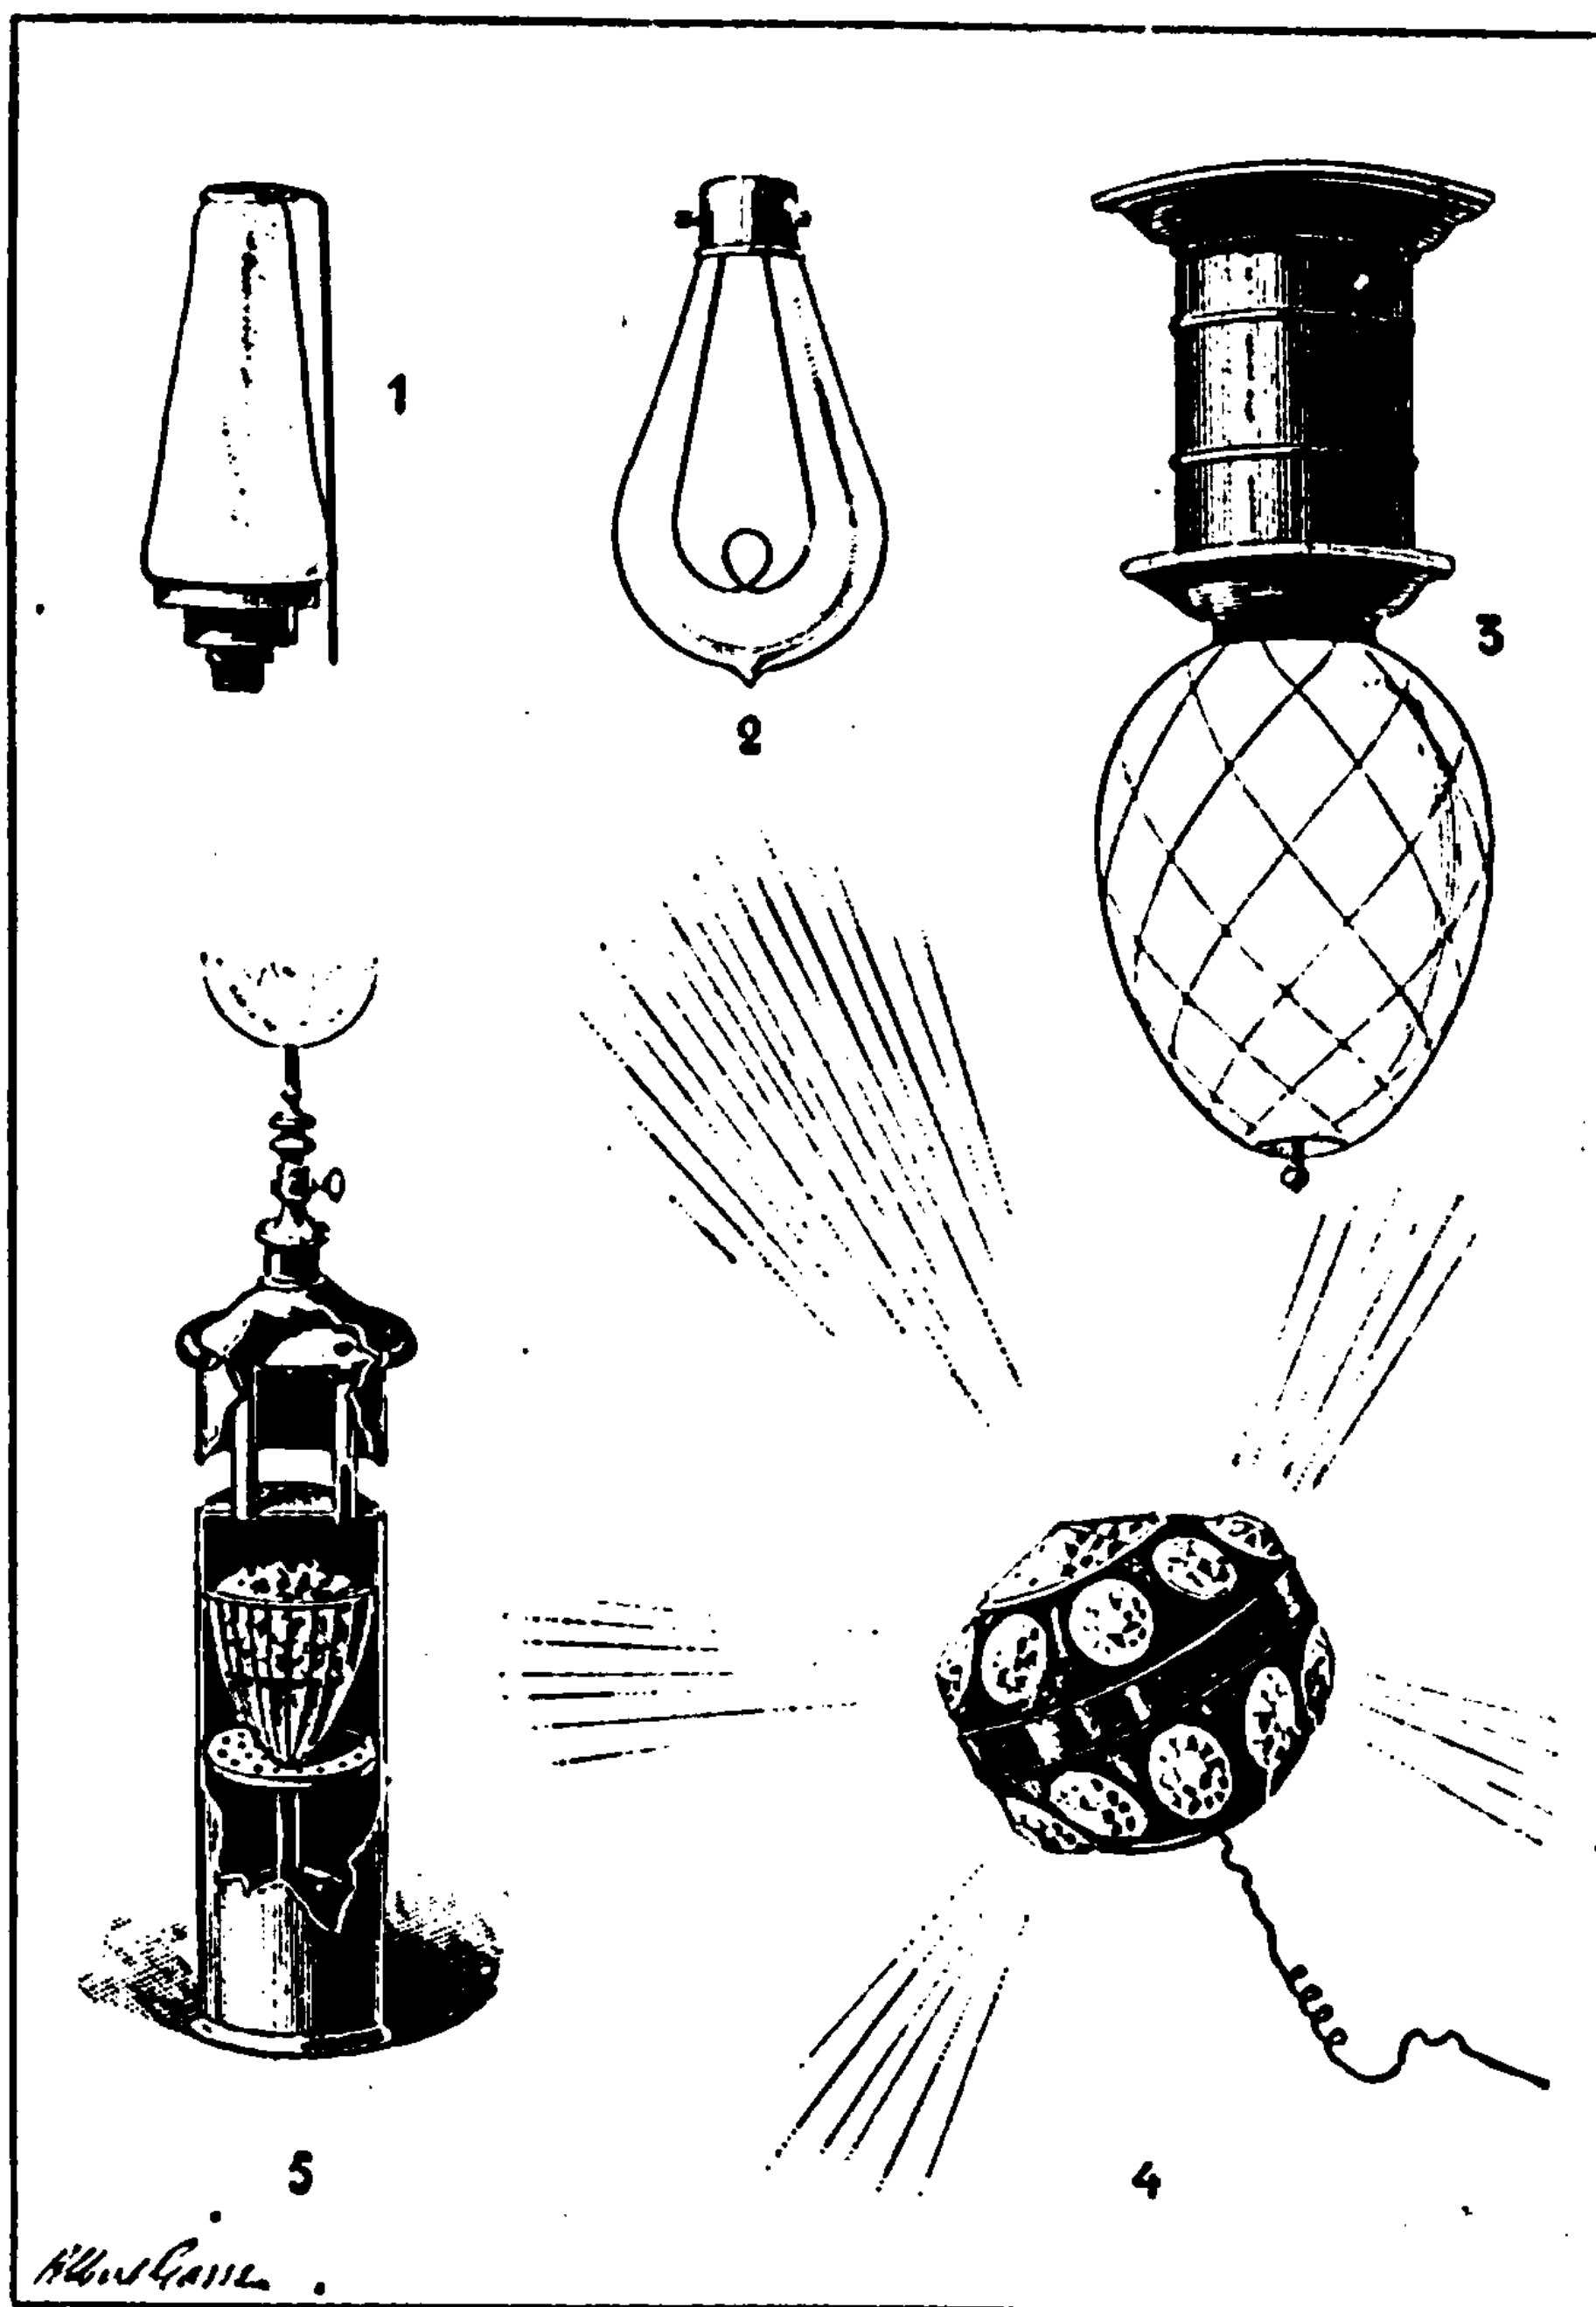

Fig. 126. — 1. Bec Auer. — 2. Lampe à incandescence. — 3. Lampe à arc. — 4. Bijou lumineux Trouvé. — 5. Lampe à acétylène Létang.
En 1885, le Dr Auer von Wiesbach, de Vienne, fait connaître pour le même usage son manchon conique incombustible (*fig. 126 ; 1*), qui donne une belle lumière blanche et réduit, du coup, la consommation du gaz au chiffre de 15 à 20 litres par carcel-heure.
En 1813, Humphry Davy trouve l'arc voltaïque (*fig. 126 ; 3*) ; en 1882, Edison imagine sa gracieuse petite lampe à incandescence (*fig. 126 ; 2*) ; telles sont les grandes dates de l'éclairage électrique.
M. Trouvé a imaginé des bijoux lumineux qui ont eu un succès assez vif (*fig. 126 ; 1*). Ils sont formés de lentilles de verres rouges et blancs à facettes imitant des rubis et des diamants. Dans l'intérieur est une petite lampe à incandescence actionnée par une pile de poche contenant trois couples charbon-zinc plongés dans le bichromate de potasse. Le tout, enfermé dans une auge en ébonite hermétiquement close, pèse 300 grammes. Le bijou, qui consiste en une épingle à cheveux, un diadème, etc., peut rester lumineux pendant environ une demi-heure pour une pile de la puissance indiquée.
Il en existe un grand nombre de modèles. Nous en décrirons une seule, la *lampe Létang et Serpollet* (fig 126 ; 5). Elle utilise un carbure de calcium, qui, mélangé avec du glucose, est devenu insensible à l'action de l'humidité, a perdu son odeur désagréable et se décompose sans laisser de résidu solide au contact de l'eau.